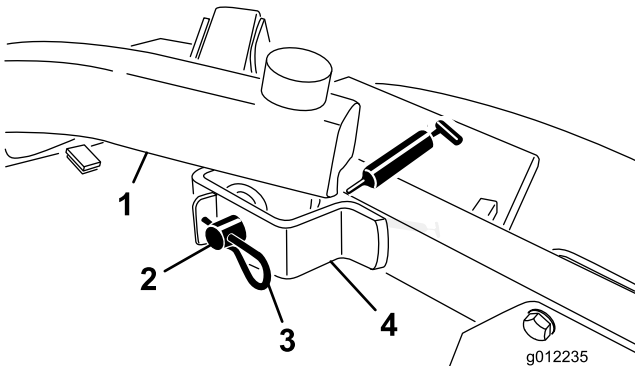

Figure 17
- Pivots de bras de relevage avant (2) (Figure 17)